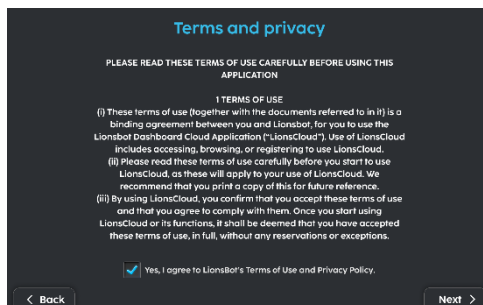

Fig. 3
3. Lisez et acceptez les conditions d'utilisation et la politique de confidentialité (Fig. 3).